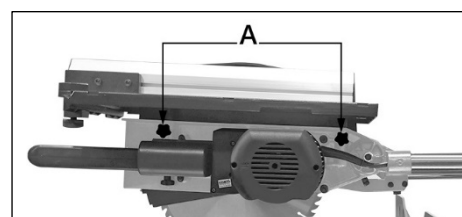

Рисунок 11.
**!** При работе на верхнем столе необходимо установить нижний защитный кожух. Плотнo затяните два винта-фиксатора высоты распиловочного рабочего стола **A** (рис. 11).